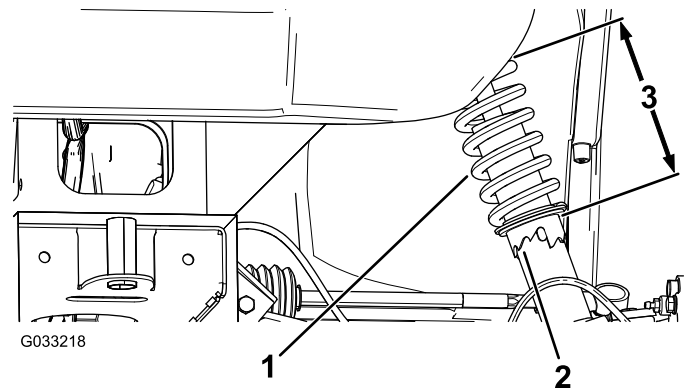

图 44
2. 如果车轮外倾角没有对齐请使用活络扳手将减震器上的锁止环旋转以对齐车轮图 44。